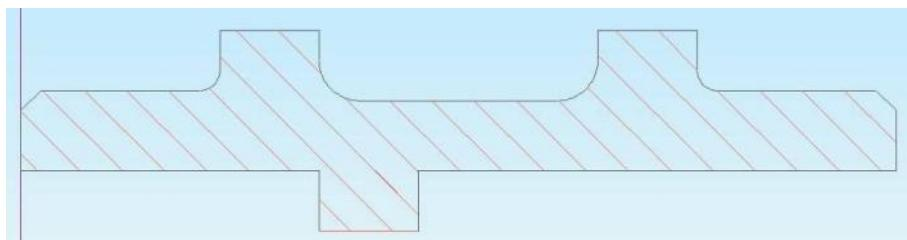

Рисунок 9. Выделение элемента (линии)
9. Укажите нижнюю линию, штриховку (рис. 9) и нажмите левую кнопку мыши. Выделенная линия и штриховка окрасятся в красный цвет.